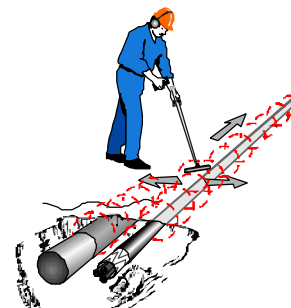

Рис.10
4.5.2 Провести обследование трассы, при этом продвигаясь вдоль трассы, следует перемещать электромагнитный датчик поперек трассы в одну и другую сторону рис.10.